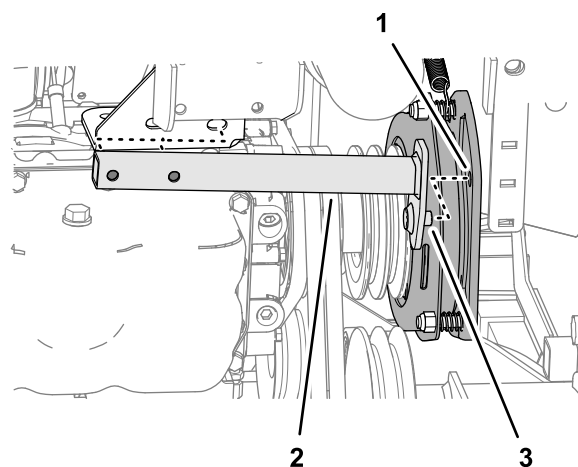

Figure 92
7. Déplacez le tube anti-rotation vers l'arrière et déposez-le de la machine (Figure 92).
2. Alignez la goupille du tube anti-rotation et le trou dans le plateau d'embrayage de la PDF ; voir Figure 92 sous Dépose des courroies de PDF (page 66).